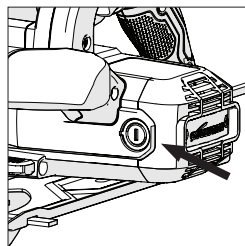

Fig. 17
- Desenrosque los tapones de plástico situados en la parte trasera de la carcasa del motor. (**Fig. 17**) Tenga cuidado, ya que los tapones están colocados a presión.